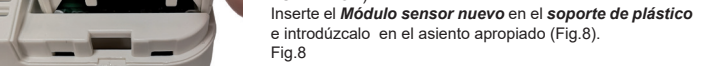

Fig.8
- 3 • Extraiga el sensor desgastado y sepárelo del soporte de plástico. Compruebe que el **Módulo sensor nuevo** sea compatible con el que debe reemplazar (en caso de módulo sensor errado se encenderá el LED AMARILLO y sonará el ZUMBADOR). Inserte el **Módulo sensor nuevo** en el **soporte de plástico** e introdúzcalo en el asiento apropiado (Fig.8).